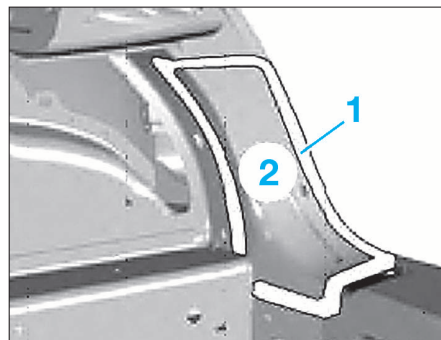

FIG. 27
- Découper le panneau extérieur dans les zones (2).
- Dépointer la(es) tôle(s) (2) (un ou deux côtés selon les dommages) (Fig.27) puis la(es) déposer.
- Ajuster la nouvelle pièce (2).
- Souder la pièce neuve dans la zone (1) (Fig.27).